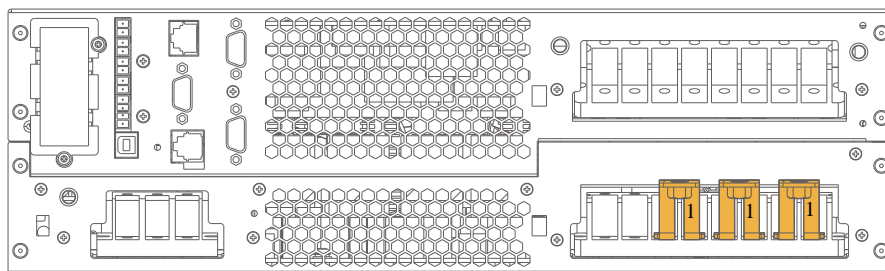

图2-27 更改配电方式
1. 拆除三进单出系统的所有短接铜排。然后装上三进三出，主旁同源的短接铜排 1#（如果为三进三出，主旁不同源，则没有短接铜排），见图 2-27 所示。然后连接所有电缆。